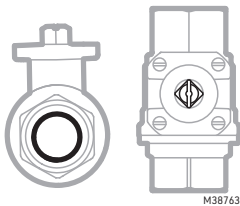

Ilustración 3. Ejemplo de válvula de bola abierta.
- Asegúrese de que la válvula de bola esté en posición abierta antes de instalarla para garantizar la alineación con el actuador. Véase la Ilustración 3.